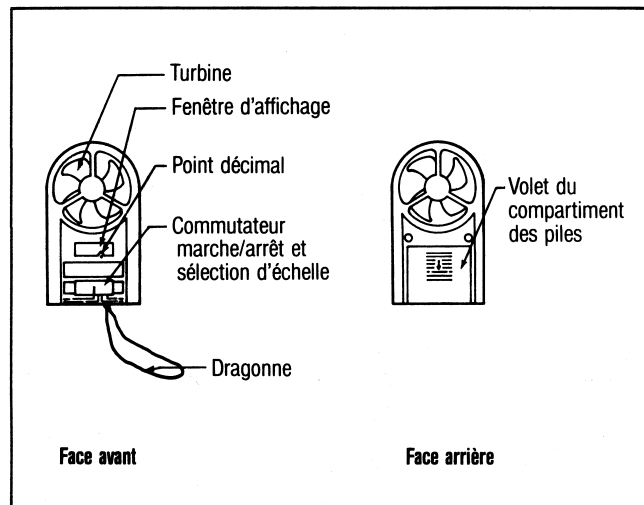

Figure 1
2. Sélectionner l'échelle désirée à l'aide du commutateur coulissant. Se référer à la figure 1. L'appareil affiche la vitesse correcte du vent au bout de 4 secondes environ. Si le vent n'est pas assez fort pour faire tourner la turbine, l'instrument affiche 000 ou 001.